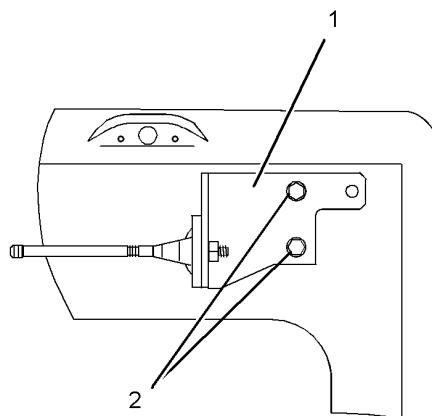

Ilustración 328
- b. Reinstale el soporte (1) con los pernos ( 2 ) que se encuentran en los dos orificios superiores del soporte. Consulte la ilustración 328 .